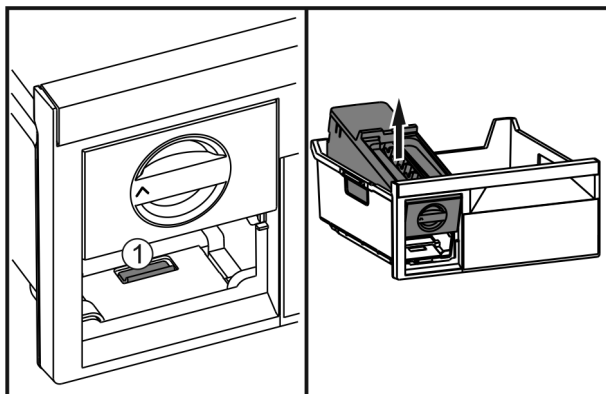

Fig. 50
- Stlačte západku Fig. 50 (1), EasyTwist-Ice zezadu zvedněte a vyjměte z mrazicí zásuvky.